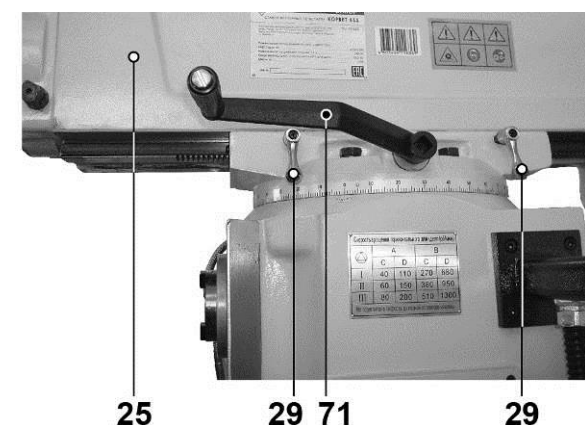

Рис. 22
9.8.3. При вращении ключа (71) против часовой стрелки хобот (25) перемещается в левую сторону (в направлении рабочего стола) (Рис. 22), а при вращении по часовой стрелке – в правую (от рабочего стола).